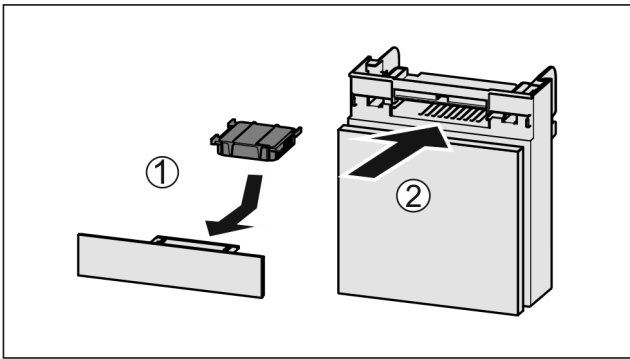

Fig. 168
- ▶ Aktivkohlefilter nach Abbildung einsetzen Fig. 168 (1).
- ▶ Fach einschieben Fig. 168 (2).